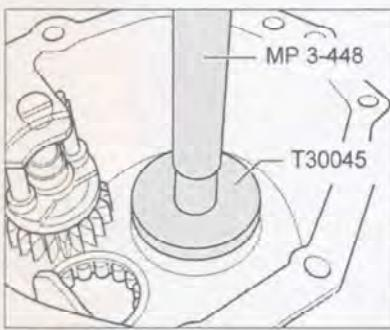

Рис. 7.281. Установка наружной обоймы малого роликоподшипника.
31. Запрессуйте наружную обойму малого роликоподшипника до упора с помощью специального инструмента (рис. 7.281).